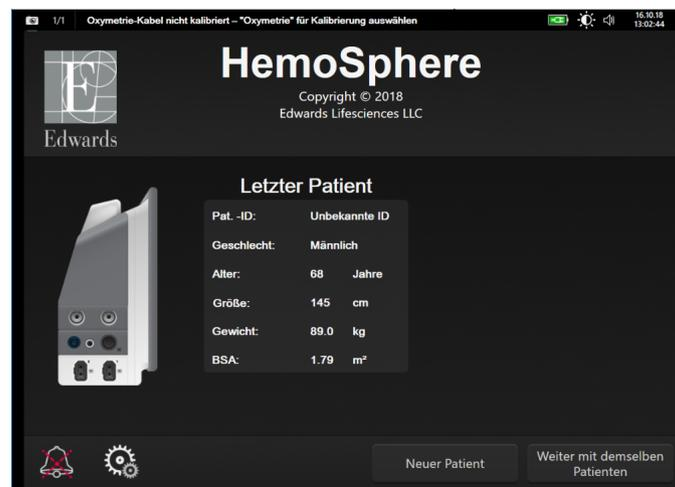

Abbildung 6-1 Bildschirm „Neuer Patient“ oder „Weiter mit demselben Patienten“
Nach dem Einschalten des Systems hat der Anwender die Möglichkeit, die Überwachung des letzten Patienten fortzusetzen oder die Überwachung eines neuen Patienten zu starten. Siehe Abbildung 6-1 unten.
- 1 Nach dem Einschalten des Monitors wird der Bildschirm „Neuer Patient oder weiter mit demselben Patienten“ angezeigt (Abbildung 6-1). Tippen Sie auf die Schaltfläche **Neuer Patient** und fahren Sie mit Schritt 6 fort.
Die ausgewählte **CO/Druck-Mittelungszeit** wirkt sich auf die Mittelungszeit und die Aktualisierungsrate der Anzeige von CO und anderen Parametern im minimalinvasiven Überwachungsmodus aus. In Abbildung 6-1 unten wird aufgeführt, wie sich die Auswahl der Mittelungszeit auf die Aktualisierungsraten der jeweiligen Parameter auswirkt.